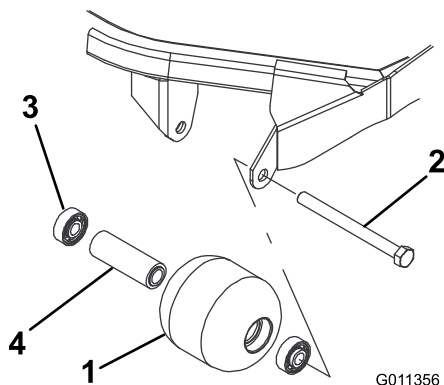

Bild 71
1. Entfernen Sie die Rollenbefestigungsschraube (Bild 71).
4. Prüfen Sie das Rollengehäuse, die Lager und das Distanzstück auf Beschädigungen (Bild 71). Tauschen Sie beschädigte Teile aus und bauen Sie alles wieder zusammen.
1. Drücken Sie das erste Lager in das Rollengehäuse (Bild 71). Drücken Sie dabei nur auf den äußeren Käfig oder gleichmäßig auf die inneren und äußeren Käfige.
2. Setzen Sie ein Distanzstück ein (Bild 71).
3. Drücken Sie das zweite Lager in das Rollengehäuse (Bild 71). Pressen Sie dabei gleichmäßig auf den inneren und den äußeren Käfig, bis der innere das Distanzstück berührt.